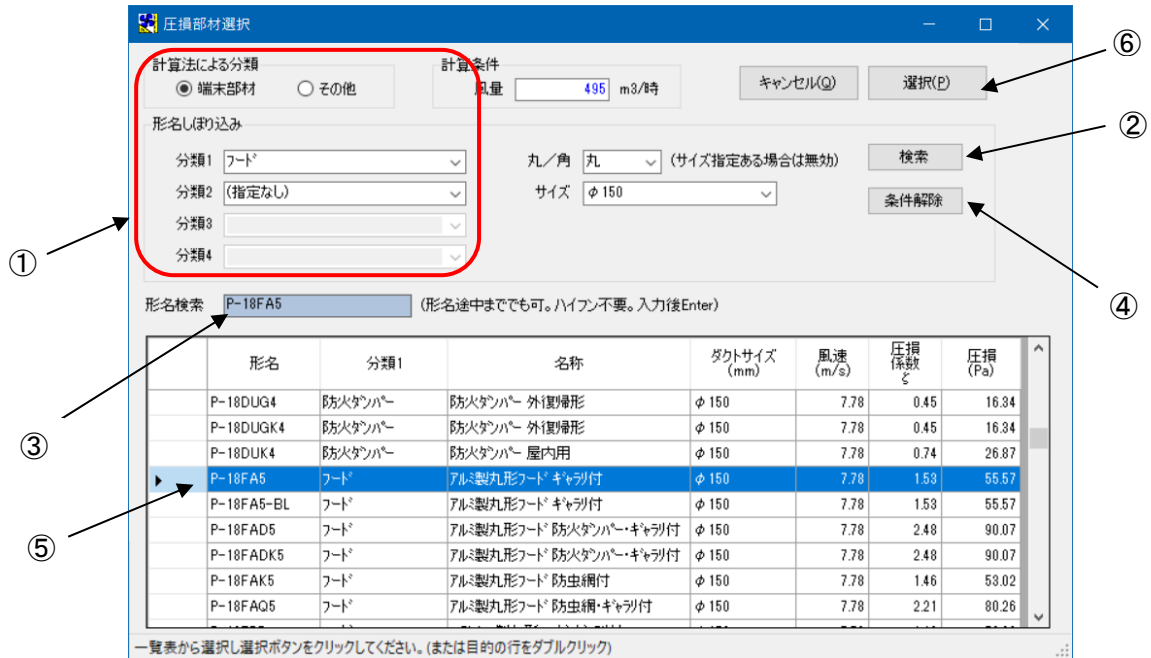

図 29
- ・「計算法による分類」「形名しぼり込み」(図 29-①)を設定し、[検索] ボタン(図 29-②)をクリックします。
- 「形名検索」(図 29-③)に形名を入力し、[検索]ボタン(図 29-②)をクリックして選択できます。
- [条件解除] ボタン(図 29-④)をクリックすると、しぼり込みがすべて(指定なし)となり、すべての形名が表示されます。選択形名をダブルクリック、又は選択形名(図 29-⑤)をクリックし、[選択(P)] ボタン(図 29-⑥)をクリックします。